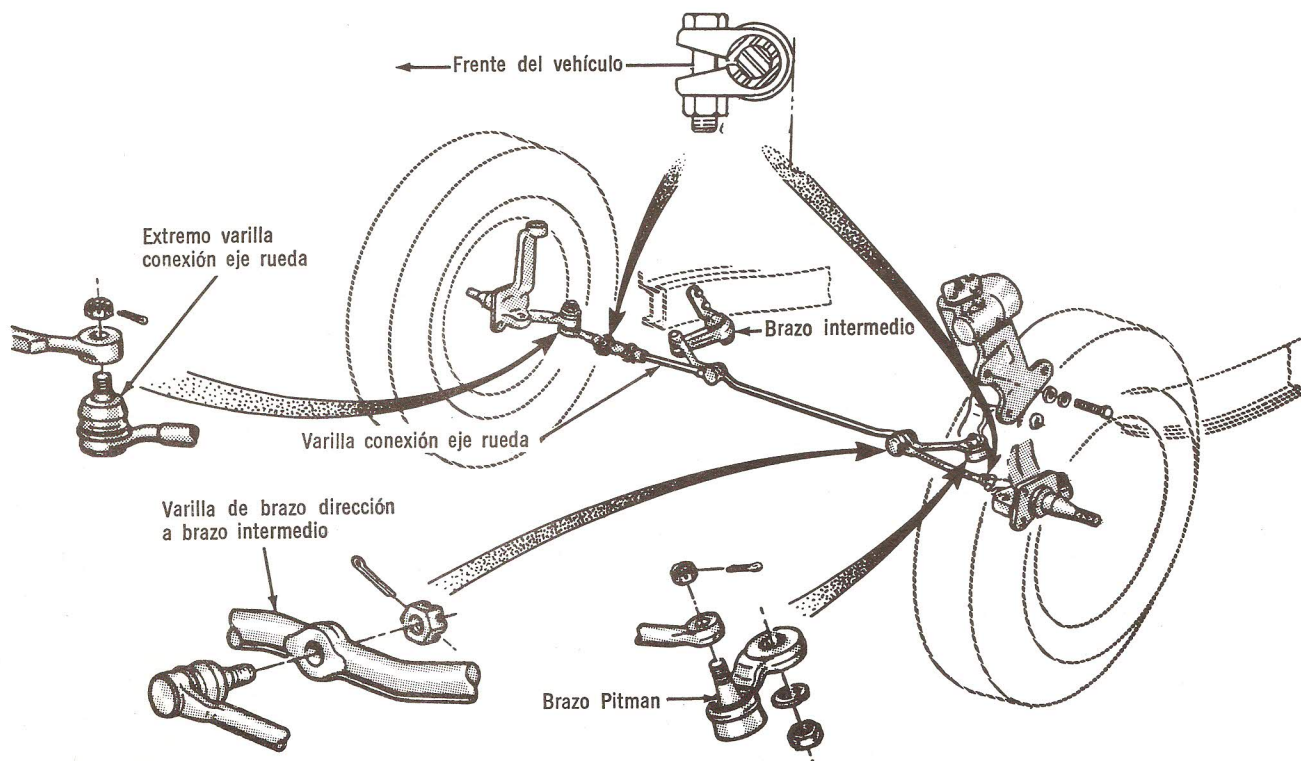

Fig. 14 — Varillaje de Dirección Manual. Ilustrativo
El varillaje de dirección normal e hidráulica (Figs. 14 y 15), consta del brazo Pitman, la varilla del brazo de dirección al brazo intermedio, el brazo intermedio, y las barras de acoplamiento. **No intente enderezar el varillaje. Use piezas nuevas.**
6. Compruebe y, si es necesario, ajuste la convergencia. **Después de haber comprobado y ajustado la convergencia, apriete los tornillos de la abrazadera del manguito.** Las abrazaderas de los manguitos se deben instalar a los ángulos indicados en la Fig. 14 para evitar interferencia en el bastidor.